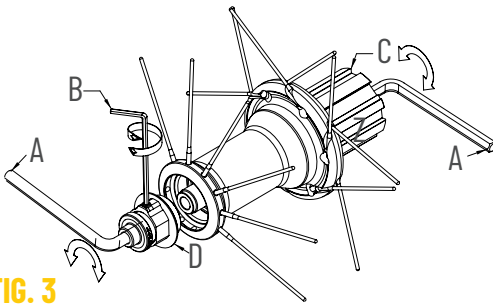

FIG. 3
- Inserite il perno nel corpo del mozzo facendo molta attenzione al corretto posizionamento dei cricchetti e bloccate lo scontro mobile con coppia di chiusura pari a 12 Nm (Fig. 3).
- Se necessario effettuare una registrazione del mozzo agendo sulla ghiera (D):
- Allentate il grano (E) con una chiave a brugola da 2mm (B) (Fig. 3).
- Richiudete il grano (E).